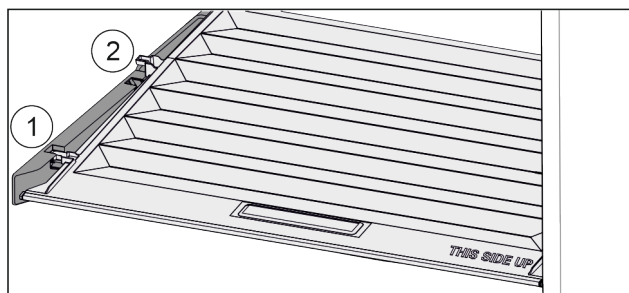

Fig. 41
- ▶ Потянуть крышку до отверстия в поддерживающих деталях вперед Fig. 41 (1).
- ▶ Поднять сзади снизу и извлечь Fig. 41 (2) движением вверх.